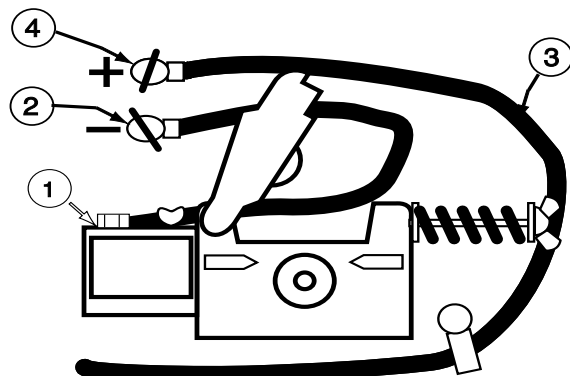

FIGURE 3
5. **Pour l'Innershield uniquement :** Se reporter à la figure 3. Pour obtenir la polarité négative (nécessaire pour le procédé Innershield), connecter le câble court fixé au bloc connecteur (1) à la borne de sortie négative (-) (2) et le câble de retour (3) à la borne positive (+) (4).